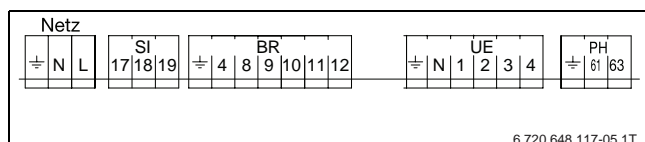

Fig. 3 Racorduri electrice la automatizare (regletă cu fișe)
- ▶ Racordați cablul și senzorul de temperatură conform repartizării bornelor (→ Fig. 3) și a schemei de conexiuni separată.